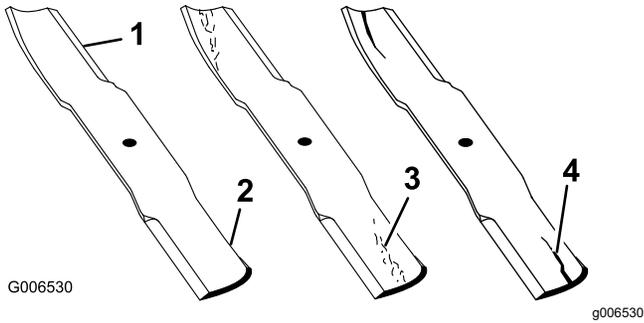

Figura 87
1. Inspeccione as extremidades de corte (Figura 87).
- Se verificar quaisquer fissuras, desgaste, ou a formação de ranhuras nesta área instale imediatamente uma lâmina nova (Figura 87).